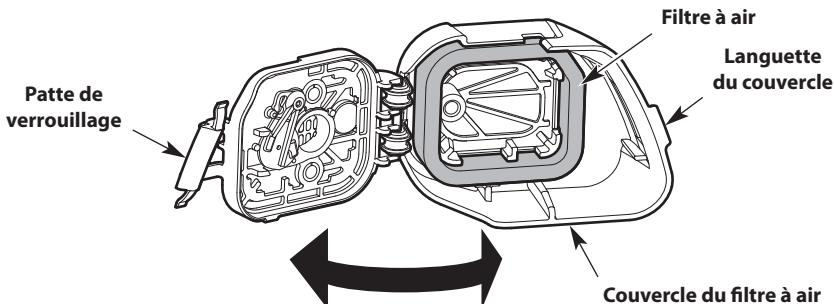

Fig. 18
- Ouvrez le couvercle du filtre à air : Faites un crochet avec vos doigts derrière la languette du couvercle. Pour déverrouiller le couvercle du filtre à air, tirez-le vers la gauche, en l'éloignant du moteur. Vous devrez peut-être tirer fortement. Faites basculer le couvercle du filtre vers la droite (Fig. 18).
- Retirez le filtre à air de l'intérieur du couvercle du filtre (Fig. 18).
- Réinstallez le filtre à air à l'intérieur du couvercle (Fig. 18).
- Fermez le couvercle du filtre à air : basculez le couvercle du filtre vers la gauche et appuyez dessus jusqu'à ce que la patte de verrouillage s'enclenche en position fermée (Fig. 18).